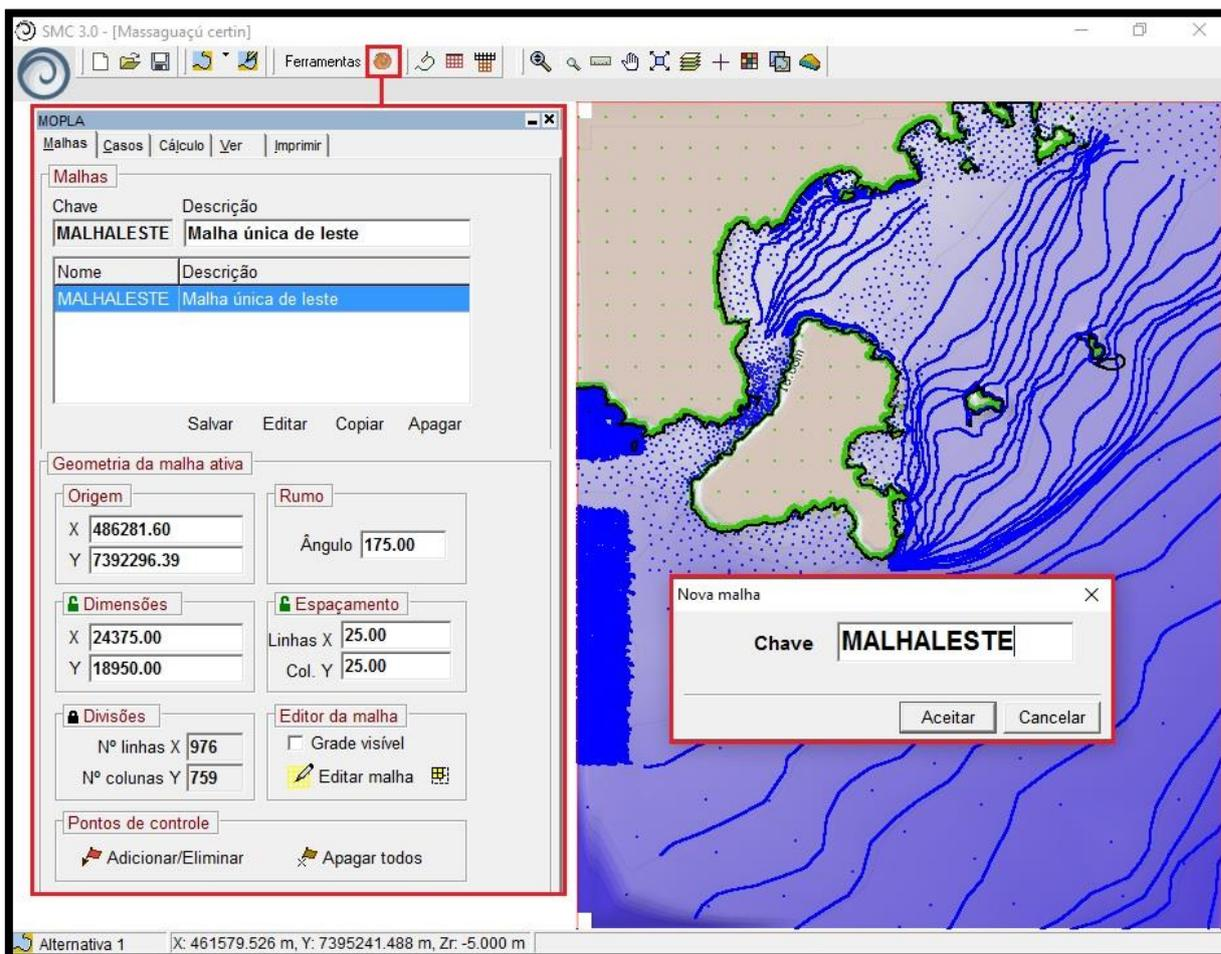

Figura 28 – Definir o nome da malha como MALHALESTE e aceitar. Em seguida, abrir o editor de malha.
- 35) Definir o nome (*chave*), que deve conter 10 caracteres, como: MALHALESTE (Figura 28). **IMPORTANTE: Sempre que for trabalhar com o SMC Tools, o nome da malha DEVE ter 10 caracteres, caso contrário, o programa não conseguirá reconhecê-la.**
- 37) Na aba "Malhas", nomear a "Descrição" como "Malha única de leste" e definir os parâmetros da malha introduzindo os valores encontrados na Figura 28***;